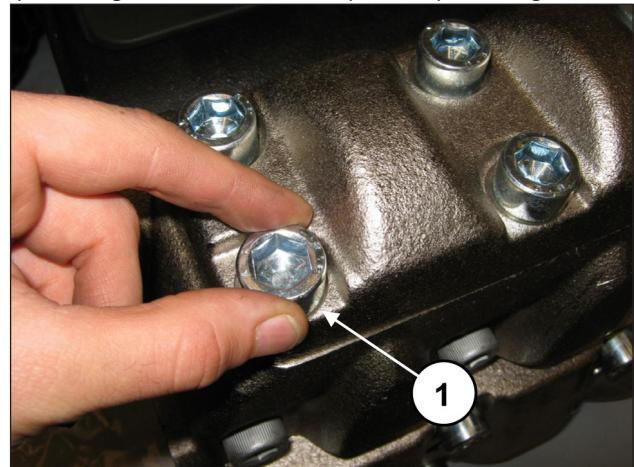
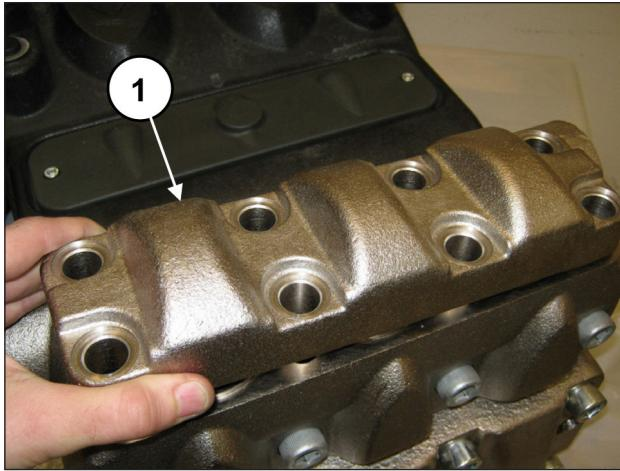

Fig. 135
Fig. 136
Svitare le 8 viti M16x45 del coperchio valvole mandata (pos. ①, Fig. 135) e rimuovere il coperchio (pos. ①, Fig. 136).